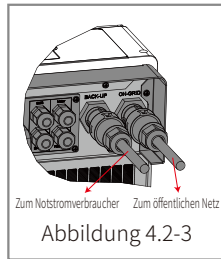

Abbildung 4.2-3
- **Netz- und Notstromanschluss:** Überprüfen Sie die netzgebundene Verbindung zum Stromnetz und die Notstromverbindung zu den Verbrauchern: Die Polaritäten (L1/L2/L3/N sollten in dieser Reihenfolge sein) dürfen nicht vertauscht werden (siehe Abbildung 4.2-3).